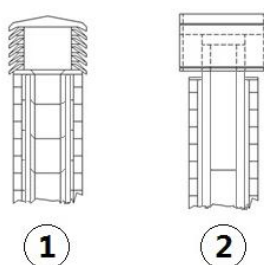

Fig. 3 - Windbestendige schoorsteenpotten
- Er wordt geadviseerd een windbestendige schoorsteenpot te gebruiken, zie **Fig. 3 op pag. 31**.
- Extern rookkanaal dat tot stand gebracht is met uitsluitend geïsoleerde inox-buizen, dus met dubbele wand minimaal $\varnothing 150$ mm: het geheel is goed aan de muur verankerd. Met windbestendige schoorsteenpot (zie Fig. 3 op pag. 31).